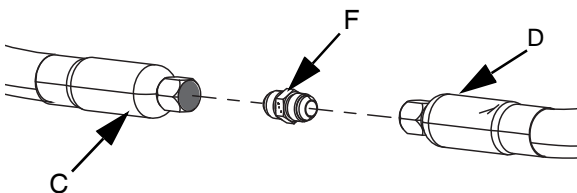

図 20
- 6. 2本の供給ホース (C と D) を使用している場合、供給ホース 1 を供給ホース 2 へ接続する金具 (F) を使用し、供給ホース 1 (C) を供給ホース 2 (D) に接続してください。図 20 を参照してください。